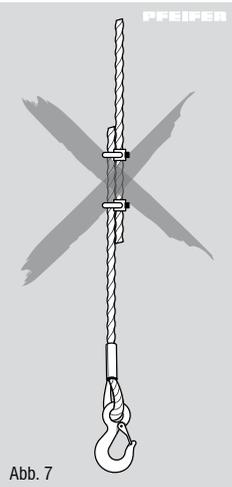

Abb. 7
- Seil nicht knoten oder mit Seilklemmen/Schrauben oder Ähnlichem verkürzen/verlängern (Abb. 7). Seile dürfen nicht instandgesetzt werden. Seil nicht über Kanten ziehen.